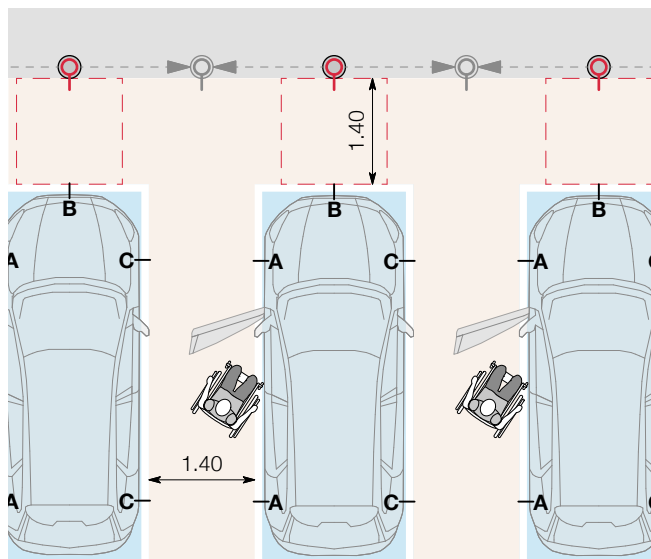

Fig.5 Disposizione adatta alle sedie a rotelle perpendicolare alla carreggiata, con indicazione degli spazi di manovra intorno al veicolo
- > Diverse possibilità per il posizionamento della stazione di ricarica e del relativo spazio di manovra all'interno dell'area contrassegnata dalle frecce grigie nelle fig. 5 e 6
- > Possibilità di collocare una stazione di ricarica doppia per due postazioni di ricarica in corrispondenza dei punti contrassegnati in grigio nelle fig. 5 e 6